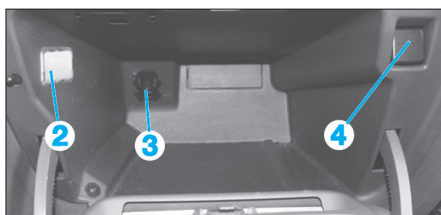

Fig. 2
- l'éclaireur (2) puis le débrancher (Fig.2),
- la molette (3) de commande de réfrigération (selon équipement),
- l'interrupteur (4) de neutralisation du coussin gonflable passager (selon équipement).